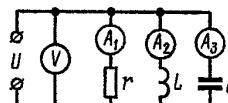

рис. 6
7. За показаннями приладів, ввімкнених у коло (рис.6), визначити струм, що він проходить у нерозгалужений ділянці кола, опір кожної гілки і повний опір кола. Замінити дане коло еквівалентним послідовним колом r_x .